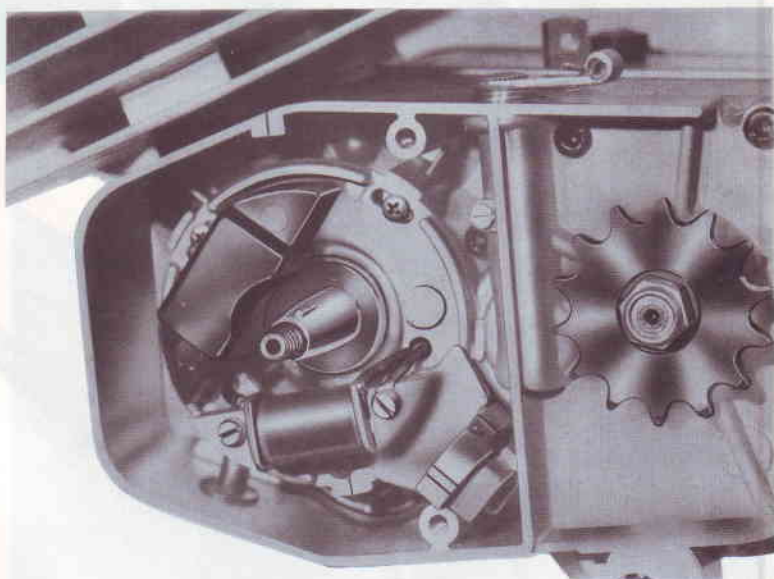

Fig. 8 - Position de plateau d'allumage
- Placer l'« extracteur du volant magnétique » n. 000508000, agir sur la vis centrale de cette, avec une clé de 17 m/m. Dévisser les trois vis du fixage et enlever le « stator ». Repérer la position de plateau d'allumage, l'une sur le carter-moteur et l'autre sur le plateau, ce qui pré-réglera l'avance à l'allumage au remontage du plateau. (Voir Fig. 8) Enlever la clavette demi-lune.